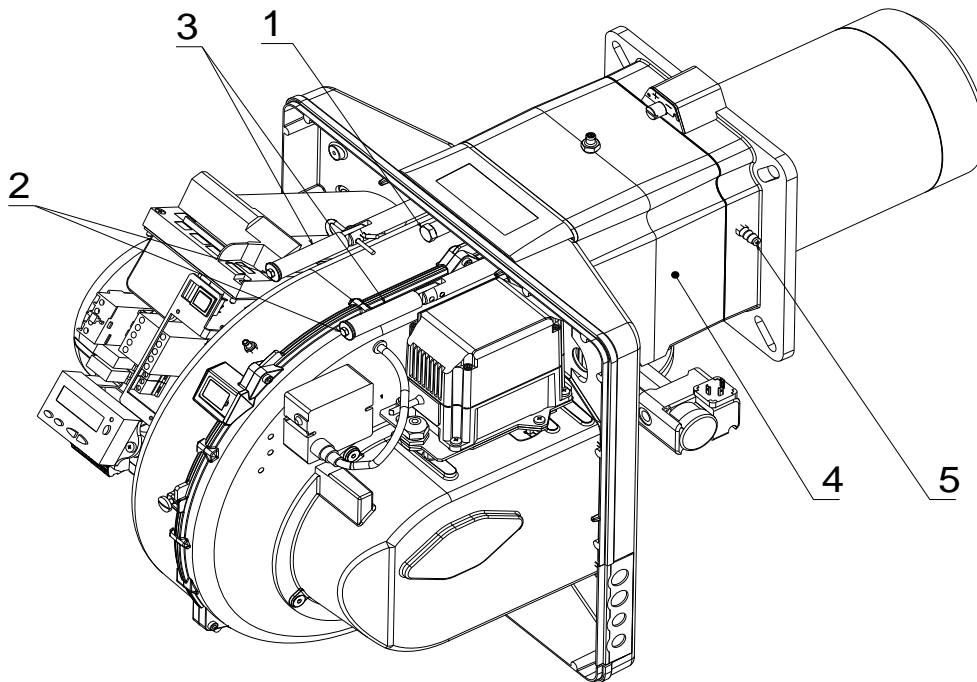

Fig. 18
- insérer le câble de la sonde et le câble de l'électrode puis faire glisser le brûleur jusqu'au manchon dans la position illustrée sur la Fig. 18;